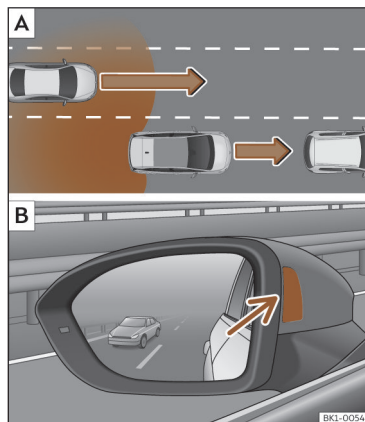
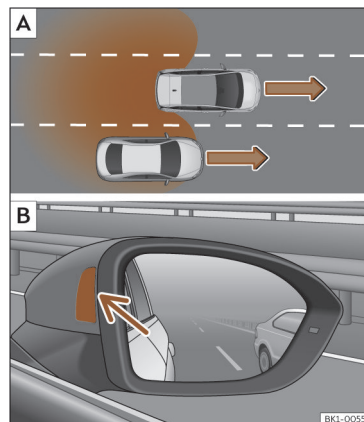

Fig. 139 Représentation schématique :
Fig. 140 Représentation schématique :
Dans les situations suivantes, une indication apparaît sur le voyant de contrôle >>> **fig. 139 B** (flèche) ou >>> **fig. 140 B** (flèche) :
- Lorsque le véhicule est dépassé par un autre véhicule >>> **fig. 139 A**.
- Lorsque le véhicule dépasse un autre véhicule >>> **fig. 140 A** en cas de différence de vitesse d'environ 10 km/h (6 mph). Si le dépassement est considérablement plus rapide, aucune indication ne s'affiche.